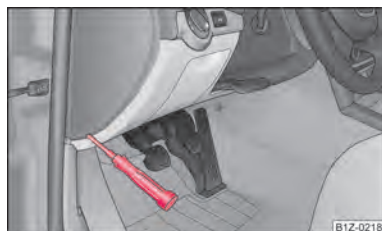

Fig. 176 Couvercle des fusibles : côté gauche du tableau de bord
- Enlevez le cache des fusibles sur le côté du tableau de bord à l'aide d'un tournevis ⇒ fig. 176 resp. le cache des fusibles dans le compartiment moteur ⇒ page 220.